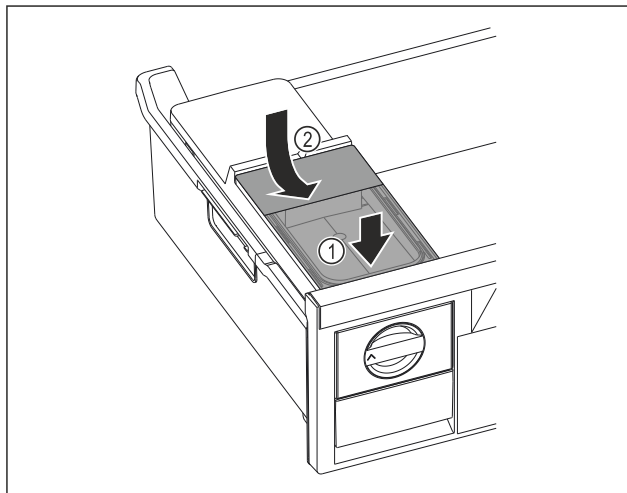

Fig. 122
- ▶ Установите бак для воды спереди. Fig. 122 (1)
- ▶ Опустите бак для воды сзади. Fig. 122 (2)